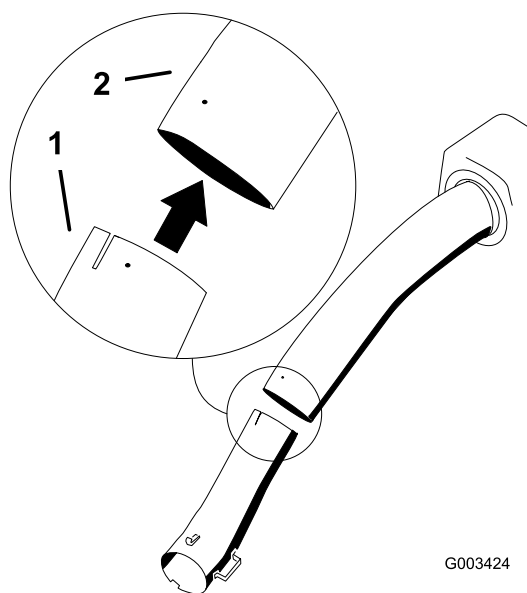

Figura 24
7. Instale el tubo inferior en el tubo superior (Figura 24).